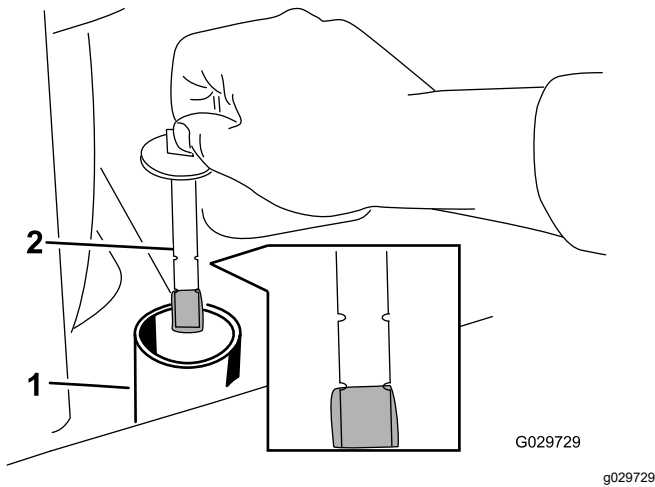

Figura 73
6. Îndepărtați capacul rezervorului hidraulic și joja (Figura 73).